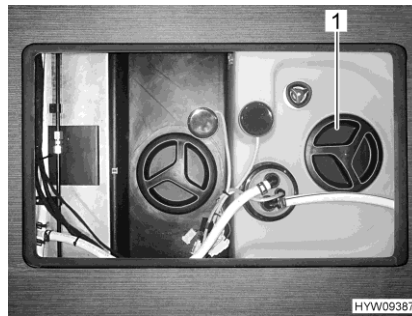

Bild 225 Rengöringsöppning (vattentank)
- Tag av vattentankens lock (Bild 225,1).